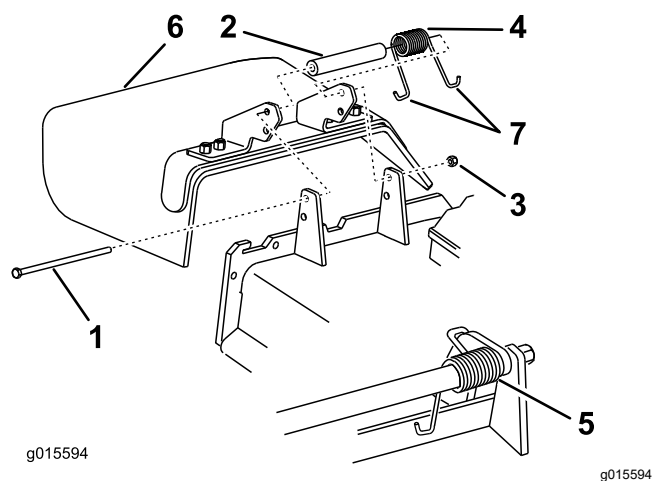

Figura 88
1. Retire la contratuercas, el perno, el muelle y el espaciador que sujetan el deflector a los soportes de pivote (Figura 88).
Nota: Asegúrese de colocar un extremo con gancho en J del muelle detrás del reborde de la carcasa antes de instalar el perno, según se muestra en Figura 88.
6. Coloque 1 extremo en J del muelle alrededor del deflector de hierba (Figura 88).